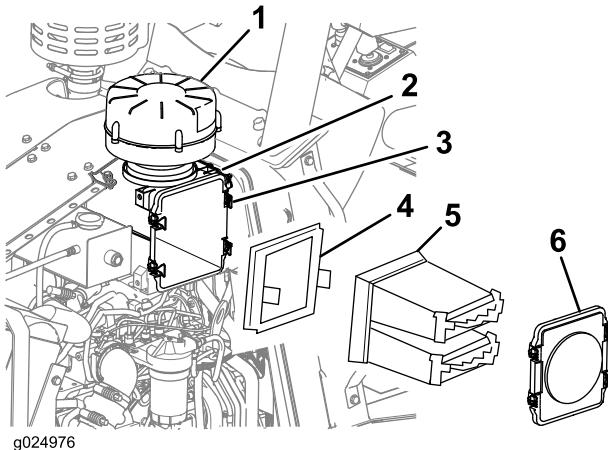

Figure 70
2. Déverrouillez les 4 verrous de maintien du couvercle du filtre à air, et déposez le couvercle (Figure 70).
3. Déposez le préfiltre et l'élément filtrant secondaire du boîtier du filtre à air (Figure 70).
4. Avec un chiffon humide propre, nettoyez l'intérieur du boîtier du filtre à air (Figure 70).
10. Fixez le couvercle au boîtier du filtre à air au moyen des 4 verrous du boîtier (Figure 70).